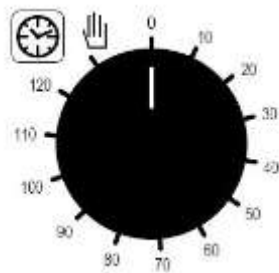

Abb. 1
**Programmierung der Kochzeit** - Die Inbetriebsetzung des Ofens erfolgt, indem der Drehknopf des Programmierers (Abb. 1) auf das Symbol  (Dauerbetrieb) oder auf die gewählte Kochzeit (bis zu 120 Minuten) gedreht wird; im zweiten Fall wird das Kochende durch das automatische Ausschalten des Ofens gemeldet und vom Signalton des Regler.